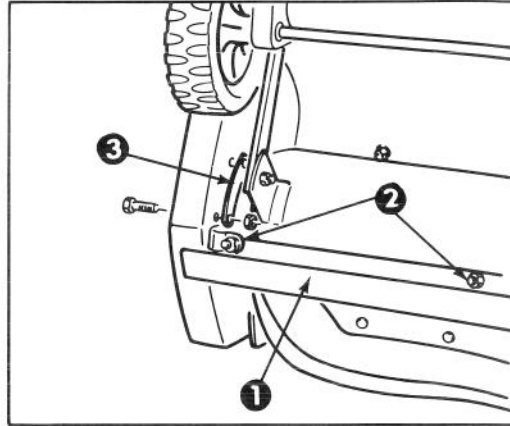

Figure 13
5. Faire basculer la déneigeuse sur son avant. Retirer les boulons de carrosserie et contre-écrous maintenant la lame racleuse (cf. fig. 13). Retirer la lame et le support de logement.
### REPLACEMENT DE LA COURROIE D'ENTRAÎNEMENT (Fig. 13 et 14)
2. Enlevez les trois (3) vis autotaraudeuses, les deux (2) vis à tête, la rondelle et les deux (2) écrous (Fig. 13). Mettez de côté le couvercle-courroie.